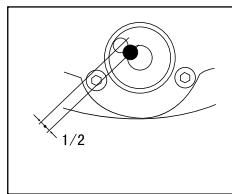

Rysunek 6
- Skieruj przyrząd na łatę A. Obracaj kółkiem ustawienia w poziomie (2), aż znacznik "0" będzie w linii ze zanacznikiem odniesienia (3) (Rys. 6).
- Skieruj przyrząd na łatę B. Zapisz pomiar kąta oznaczenia referencyjnego (3) okręgu poziomego (Rys. 6).